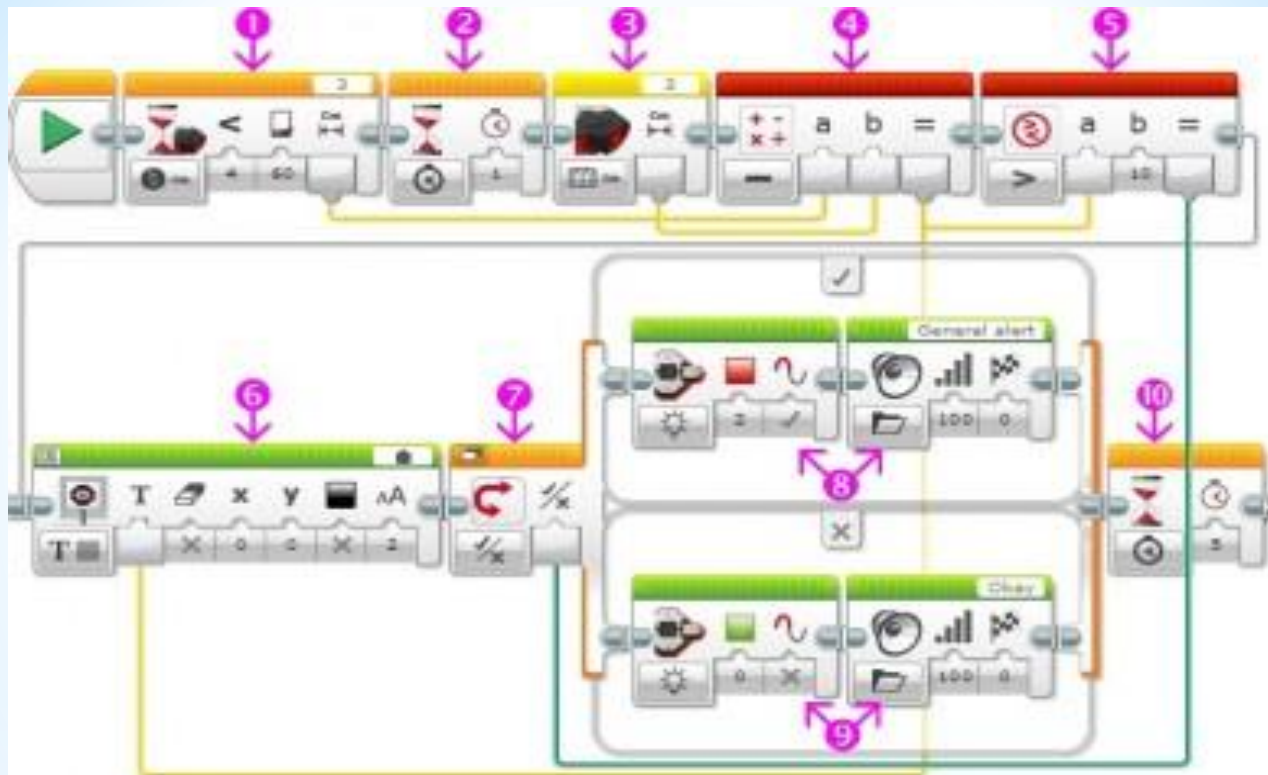

Рис. 6
- \* С помощью программного блока "Ожидание" ждём появления объекта в зоне контроля робота (Рис. 6 поз. 1). Расстояние до объекта передаем в программный блок "Математика" (Рис. 6 поз. 4).
- \* Второй раз снимаем показание ультразвукового датчика (Рис. 6 поз. 3) и передаем полученное значение в программный блок "Математика" (Рис. 6 поз. 4).
- \* В программном блоке "Математика" находим расстояние, пройденное объектом измерения за 1 секунду. Полученное значение передаем в программный блок "Сравнение" (Рис. 6 поз. 5) и выводим на экран (Рис. 6 поз. 6).
- \* С помощью программного блока "Сравнение" (Рис. 6 поз. 5) сравниваем пройденное расстояние с пороговым значением, равным 10. Результат сравнения двух чисел представляет собой логический вывод. Логический вывод может принимать одно из двух значений: "Да" или "Нет". Этот вывод мы передаем в программный блок "Переключатель" (Рис. 6 поз. 7), настроив его на прием логических значений. Обратите внимание: шины данных, передающие логические значения, окрашены в зеленый цвет, в отличие от желтых шин данных, передающих числовые значения. (В дальнейшем мы подробнее ознакомимся с принципами обработки логических значений).
- \* С помощью программного блока "Переключатель" мы организуем две ветки поведения программы в зависимости от скорости объекта. Если объект за 1 секунду приблизился к роботу, больше чем на 10 см, значит, будем считать его приближение критическим и подадим сигналы тревоги (Рис. 6 поз. 8). В противном случае будем считать, что объект движется медленно, в этом случае робот включит зеленую подсветку клавиш модуля EV3 и произнесёт "Okay".
- \* В конце программы еще раз воспользуемся программным блоком "Ожидание" (Рис. 6 поз. 10) и "придержим" завершение программы на 5 секунд, чтобы успеть прочитать информацию на экране модуля EV3